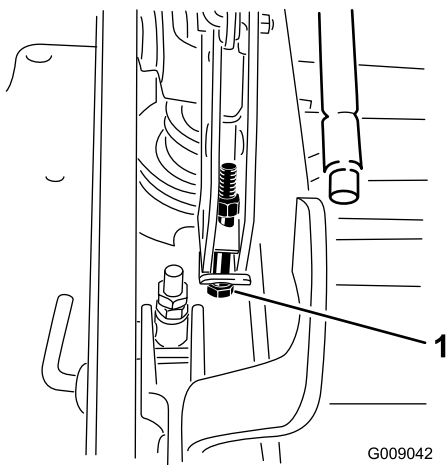

**Figura 88**
- 12. Para ajustar el sistema de ajuste de un solo punto, afloje los dos pernos situados cerca del borde inferior de la pletina de altura de corte. Consulte Figura 88.
14. Apriete los dos pernos situados cerca del borde inferior de la pletina de altura de corte (Figura 88). Apriete a 37–45 Nm (27–33 pies-libra).